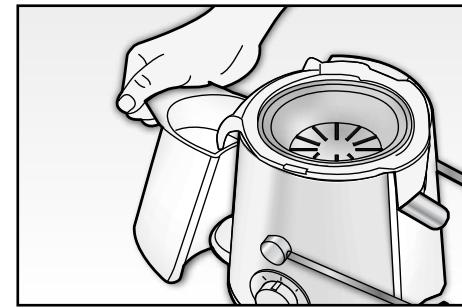

Fig. 4
- Collocare il raccoglitore polpa (H) sotto il lembo posteriore del portafiltro (C) (Fig. 4).
- spegnere l'apparecchio, portando la manopola di accensione (H) su «0» e disconnettere la spina elettrica dalla presa a parete.
- Inclinare leggermente il raccoglitore polpa (H) su di un lato e estrarlo con cautela da sotto il salva polpa.
- Svuotare il raccoglitore polpa (H) e riposizionarlo correttamente sotto il lembo posteriore del portafiltro (C) (Fig. 4).
**NOTA:** Per far in modo che sia più facile pulire il raccoglitore polpa (H), mettere un sacchetto in plastica dentro il raccoglitore stesso. Questa operazione serve anche a evitare che la polpa schizzi in fuori dai bordi del contenitore stesso.
- Ruotare verso il basso la barra di bloccaggio (E) e rimuovere tutti i componenti eseguendo in senso inverso le operazioni descritte in precedenza per l'assemblaggio.